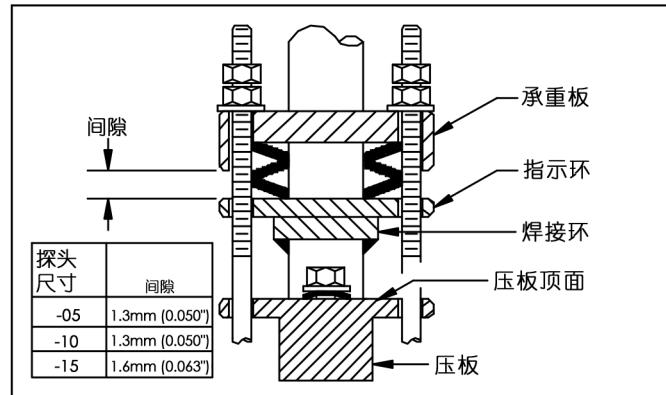

图 6：合适的弹簧压缩
- 将三个锁紧垫圈和三个承重螺母套在螺柱上并拧紧。拧紧承重螺母，直到承重板距 -05 和 -10 探头的指示环 1.3mm (0.05") 时为止。对于 -15 探头，承重板应距指示环 1.6mm (0.063")（参见图 6）。对于 -05 探头，拧紧所有承重螺母直到承重板接触到指示环，然后将所有承重螺母松开一圈。对于 -10 和 -15 探头，拧紧所有承重螺母直到承重板接触到指示环，然后将所有承重螺母松开 3/4 圈。这样，弹簧锁定装置就正确安装好了。
- 注意：焊接环（图 6）上的焊接点不能接触到压板顶面。如果焊接环上的焊接点接触到压板顶面，探头便可能不能完全顶住管道底部。如果出现这种情况，请在继续操作前咨询厂家。